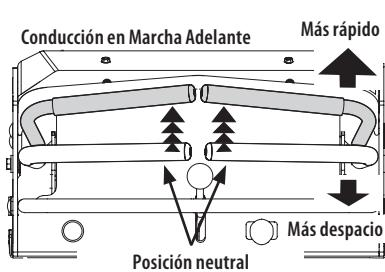

Figura 10
1. Compruebe que las palancas de control de la transmisión derecha e izquierda están en la posición neutral y el freno de mano no está aplicado. Consulte la Figura 10.
1. Mueva las palancas de control lenta y suavemente hacia adelante. La cortadora de césped comenzará a desplazarse hacia adelante. Consulte la Figura 10.